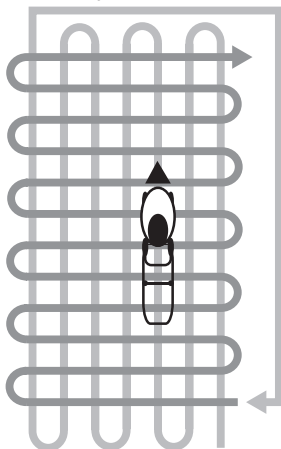

Рис. 20 Схема кошения высокой и/или загущенной травы
5. При кошении в тяжелых условиях (п. 3,4) рекомендуется двигаться медленнее или проводить повторный покос с меньшей высотой кошения. На Рис. 20 представлена схема движения газонокосилки при кошении высокой и/или загущенной травы.